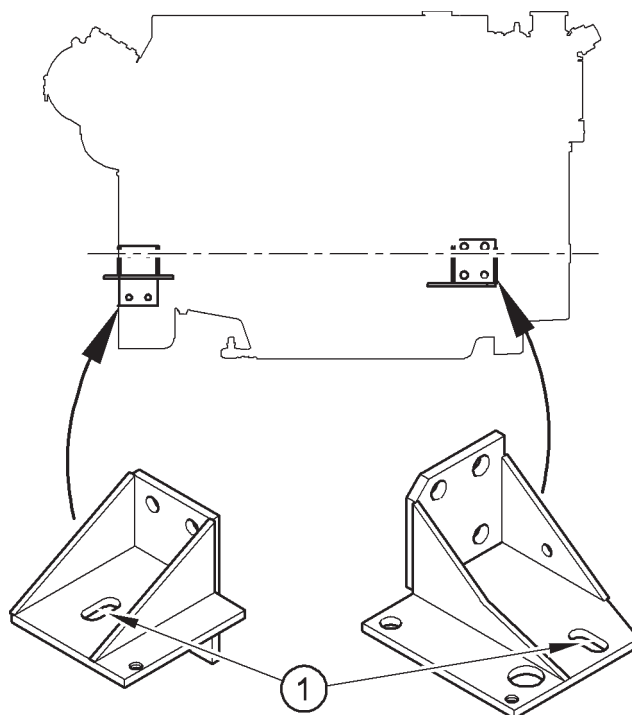

Figure 4
La Figure 4 montre que les trous (1) d'insertion des boulons de fixation (36 x 17 mm) sont allongés pour autoriser un certain mouvement durant les dernières étapes d'alignement. Lorsque la précision de l'alignement n'est pas critique, par exemple lorsqu'un arbre de transmission à joint flexible est utilisé, les boulons aux quatre coins du moteur doivent tous être positionnés à un même bout de la fente. Cela renforcera encore la sécurité de la fixation.